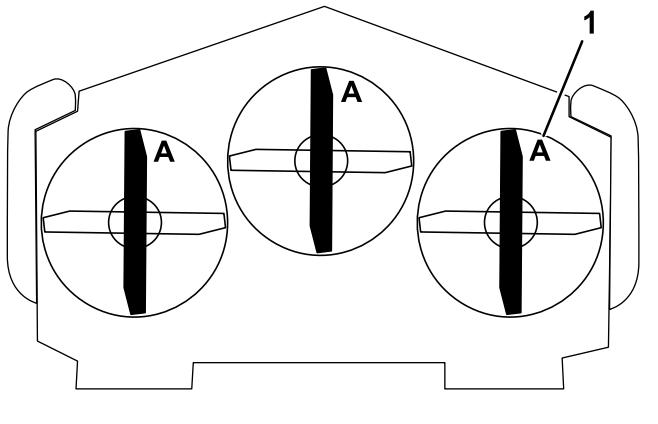

Figura 96
3. Gire las cuchillas hasta que los extremos estén orientados hacia adelante y hacia atrás (Figura 96). Mida desde una superficie nivelada hasta el filo de corte, posición A, de las cuchillas (Figura 96). Anote esta dimensión.